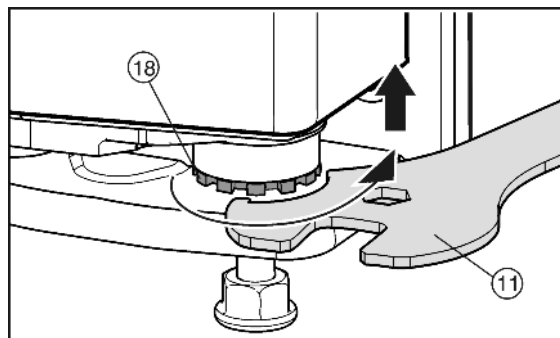

Fig. 13
- Om de deur op te tillen de lagerbout Fig. 13 (18) met de meegeleverde steeksleutel Fig. 13 (11) rechtsonder uitdraaien. In leveringsstoestand is de lagerbout geheel ingedraaid.